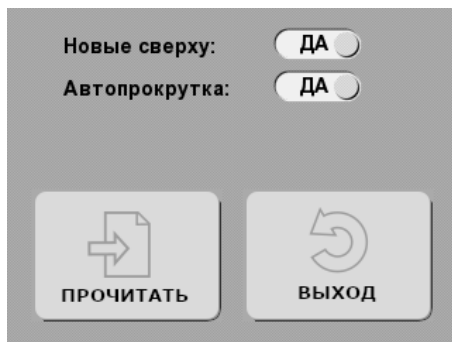

Рис. 6. Окно меню «ЖУРНАЛ»
- 4) однократное нажатие на конфигурируемый параметр (например, «ЖУРНАЛ→Автопрокрутка», рис. 6), вызывает изменение этого параметра.
- 2) перейдите в меню «ЖУРНАЛ» (МЕНЮ→ЖУРНАЛ; рис. 6);